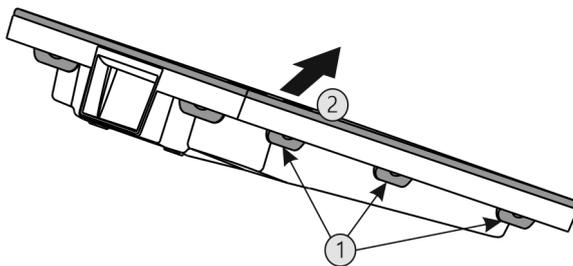

Fig. 58
- ▶ Premere una dopo l'altra tutte le linguette Fig. 58 (1) e rimuovere la copertura Fig. 58 (2).